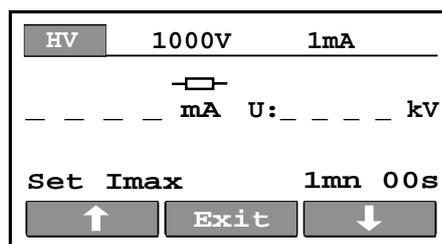

Fig.6. Menú de selección de la intensidad de corte
- **Intensidad de corte (fig. 6)**